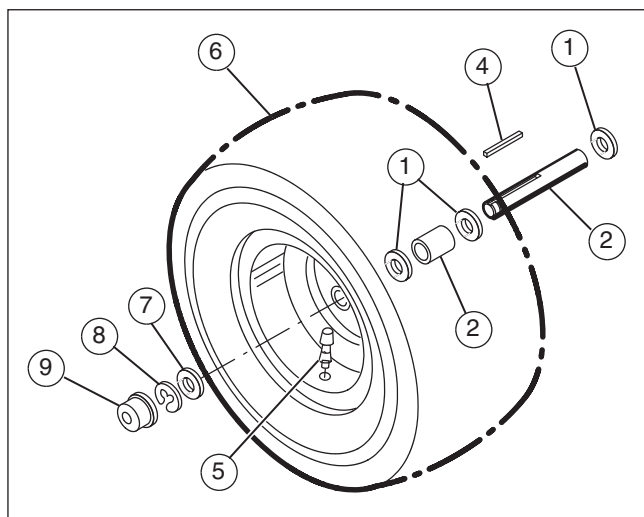

Figura 37
1. Instale las arandelas (1) y el espaciador (2) en el eje (3) (consulte la **Figura 37**).
2. Inserte la llave cuadrada (4) en la cerradura.